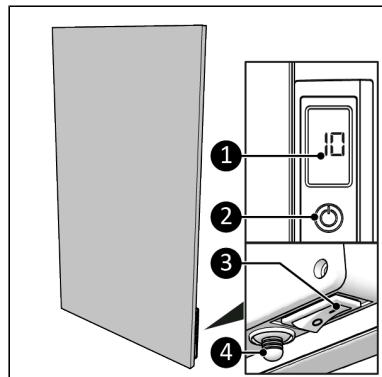

Figure 59.
1. Placez le commutateur ON/OFF en position ON (Figure 59, pos. 3).
2. Appuyez sur la touche ON/OFF du panneau de commande (Figure 59, pos. 2) ou de la télécommande.
3. L'écran (Figure 59, pos. 1) affiche d'abord la température réglée pendant 3 secondes, puis la température ambiante.